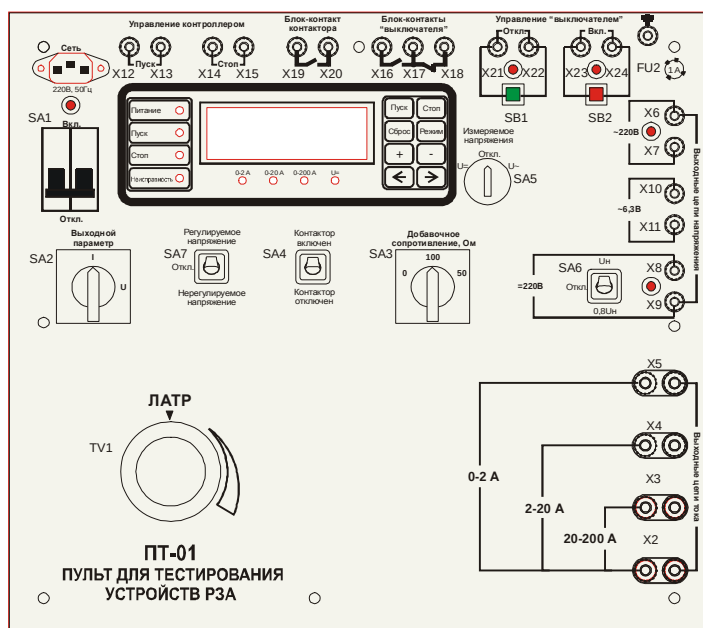

Рис.1. Органы управления и клеммы на передней панели пульта ПТ-01
- 3.1 Все органы управления расположены на передней панели. Внешний вид передней панели ПТ-01 показан на рис. 1.